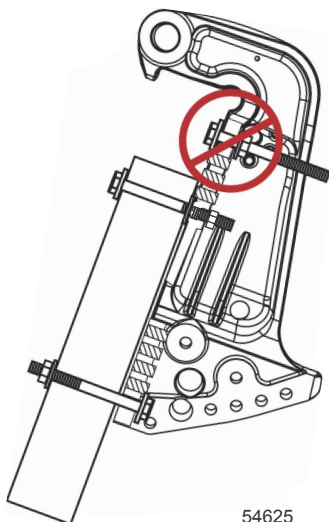

Figure 2
1. Ne pas monter un accessoire sans soutien sur l'étrier de presse du tableau arrière. Voir la Figure 2.